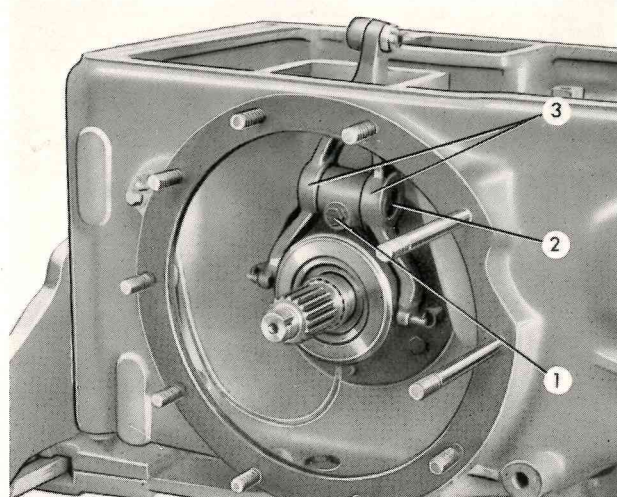

Fig. 130 - Smontaggio degli organi di comando delle frizioni.
Gli organi di comando delle frizioni (fig. 130).
smontare gli alberi di rinvio comando disinnesto contemporaneamente alle leve di rinvio. Per asportare le leve di comando disinnesto (3, fig. 130), togliere le viti di arresto perni (1) ed estrarre questi ultimi.